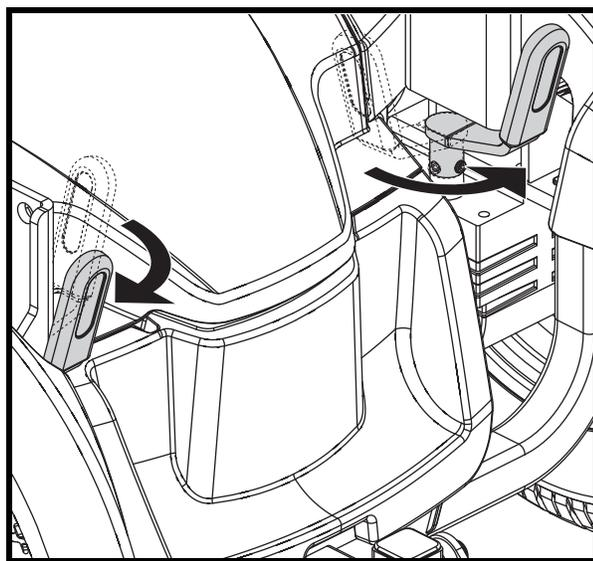

Figure 5. Mode « roues libres » (débrayé)
3. Tournez les leviers vers l'extérieur loin du siège pour débrayer les moteurs. **Voir la figure 5.**